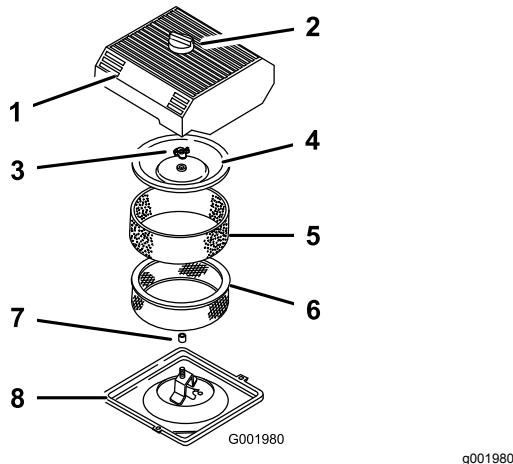

Рисунок 34
3. Очистите область вокруг воздушного фильтра для предотвращения попадания загрязнений в двигатель, что может вызвать его повреждение (Рисунок 34).
4. Ослабьте ручку крышки воздухоочистителя и снимите крышку (Рисунок 34).
5. Осторожно снимите элемент из вспененного материала с бумажного элемента (Рисунок 34).
6. Отверните гайку крышки и снимите крышку и бумажный элемент (Рисунок 34).
1. Осторожно наденьте элемент из вспененного материала на бумажный элемент воздухоочистителя (Рисунок 34).
- Установите гайку крышки, затянув ее от руки, чтобы прижать крышку (Рисунок 34).
- Установите крышку воздухоочистителя и ручку (Рисунок 34).